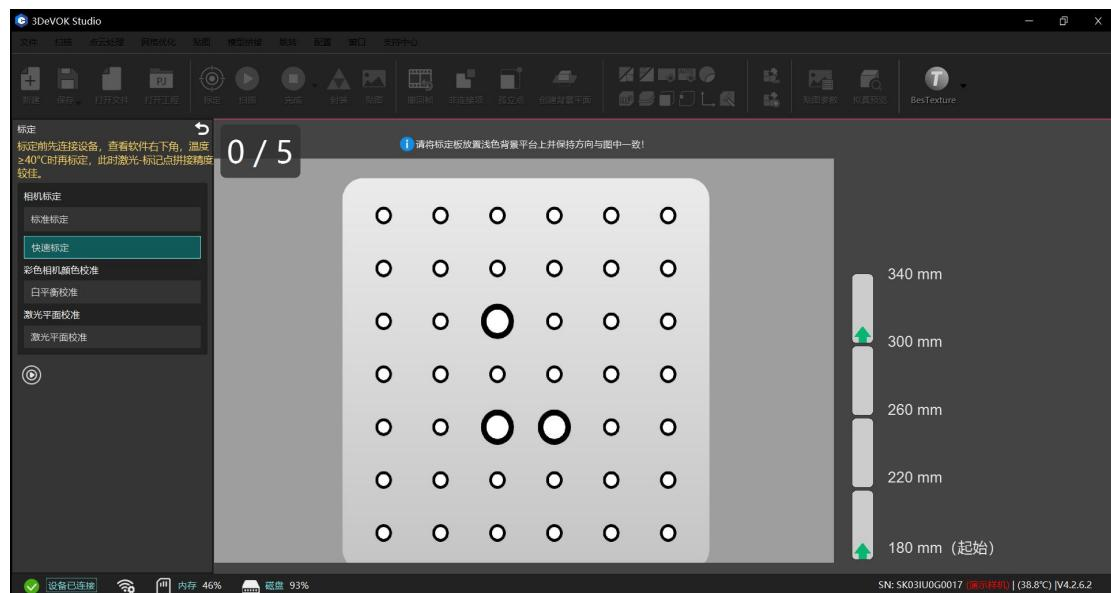

图 6-4 快速标定软件截图示意图
2、点击 **标定**，选择“快速标定”，按照指引步骤进行标定（如下图 6-4 所示）。